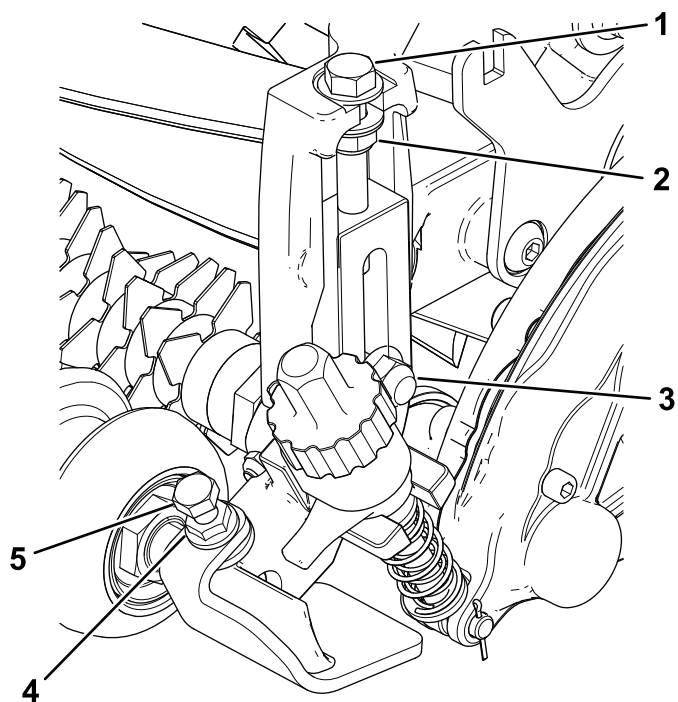

図 14
4. 刈高ブラケットアセンブリをサイドプレートに固定しているキャリッジボルトとロックナットを外す 図 14。
5. 刈高調整ボルトについているロックナットを締めつけ、締め付け位置から $\frac{1}{2}$ 回転戻す 図 14。
6. 前ローラを、左右の刈高ブラケットの中間にセットし、キャップスクリューとフランジナットで固定する 図 14。